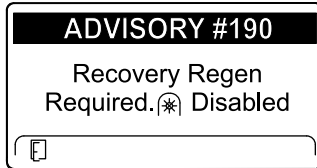

Bild 80
- Recovery regeneration required – power takeoff disabled ADVISORY #190 (Bild 80)